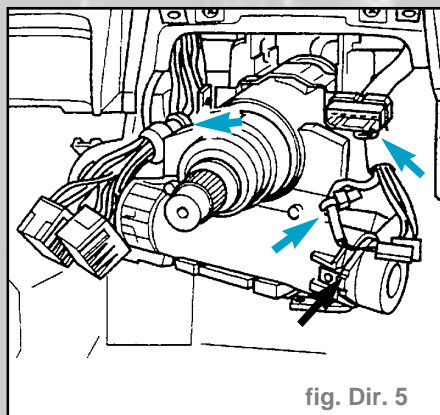

fig. Dir. 5
- Débrancher le connecteur (flèches) du boîtier d'antivol de direction (Fig. Dir. 5).